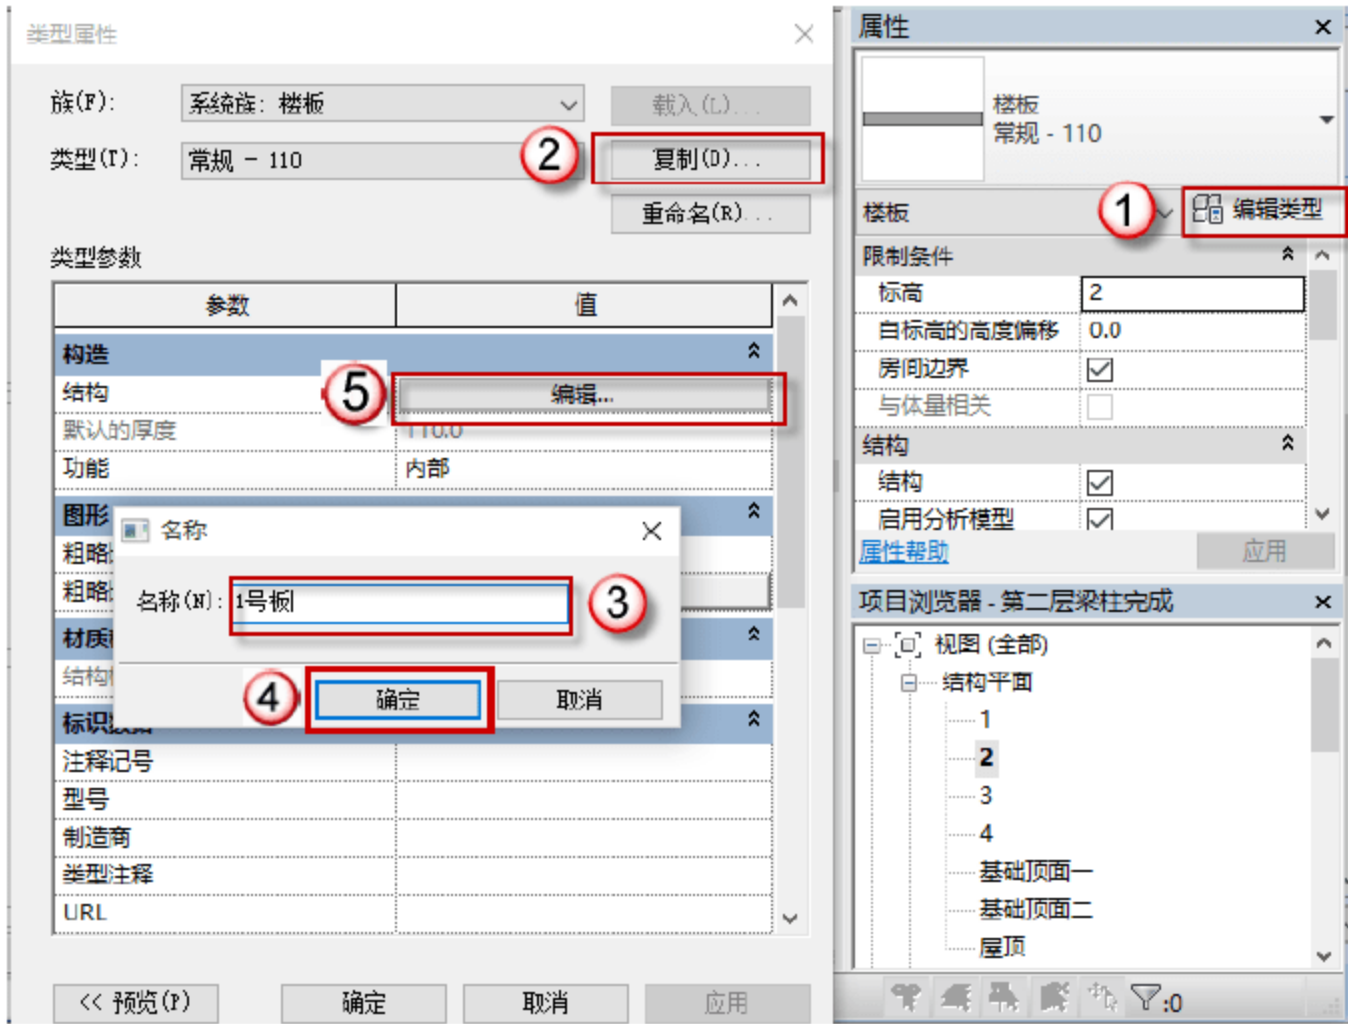

图 4.3.2 设置 1 号板参数
(2) 设置 1 号板参数，按快捷键 S+B，进入编辑模式，单击“编辑类型”按钮，在弹出的对话框中单击“复制”按钮，再在弹出的对话框中命名板号，单击“确定”按钮。单击“编辑”按钮设置参数，将板厚设置为 110，如图 4.3.2 所示。